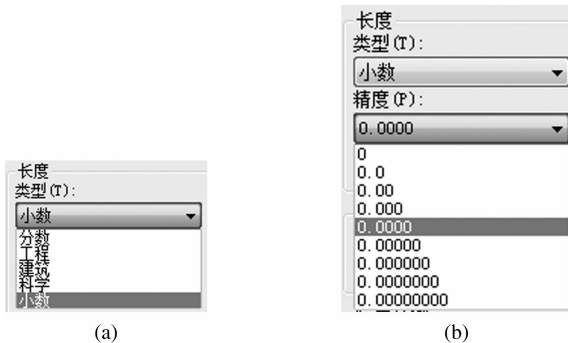

图 1-33 “长度”选项组
(1)“类型”下拉列表用于设置长度单位的格式[见图 1-33(a)],有以下 5 个选项:
- ①分数。分数单位,小数部分用分数表示。
- ②工程。工程单位,数值单位为英尺(ft)、英寸(in),英寸用小数表示。
- ③建筑。建筑单位,数值单位为英尺、英寸,英寸用分数表示。
- ④科学。科学计数。
- ⑤小数。十进制单位,是系统默认选项。
(2)“精度”下拉列表用于设置长度的精度,如图 1-33(b)所示。